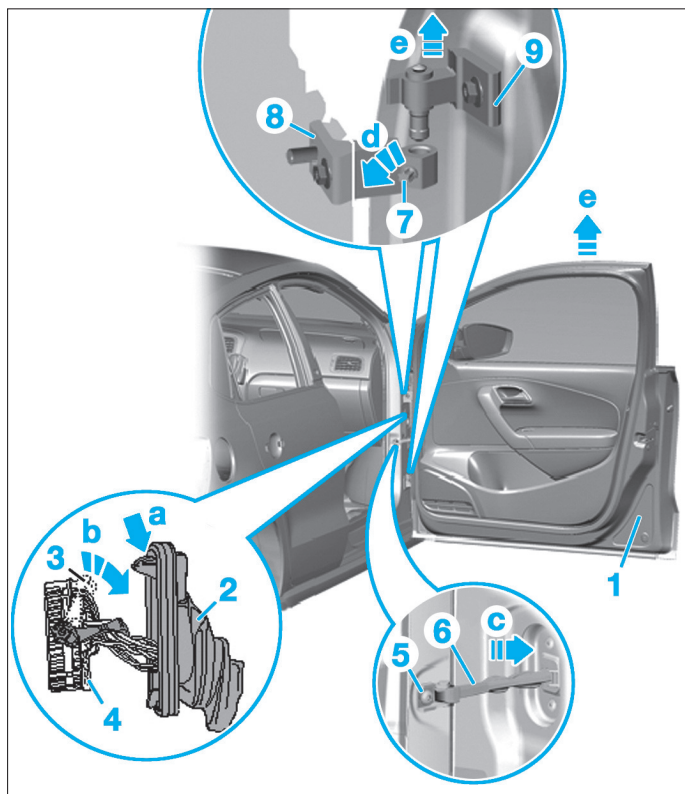

FIG. 121
- Déverrouiller le soufflet (2) en (a) (Fig.121).